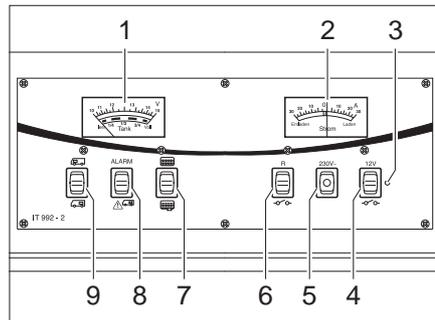

Fig. 169 Pannello di controllo IT 992
Per l'indicatore volt/serbatoio (Fig. 169,1) leggere la scala superiore. L'indicatore si illumina automaticamente appena viene premuto un interruttore.
- Premere in alto l'interruttore a bilico (Fig. 169,9) "☐": Viene indicata la tensione della batteria di avviamento.
- Premere l'interruttore a bilico (Fig. 169,9) in basso "☐": Viene indicata la tensione della batteria dell'abitacolo.
Per l'indicatore volt/serbatoio (Fig. 169,1) leggere la scala inferiore. L'indicatore si illumina automaticamente appena viene premuto un interruttore.
- Premere in alto l'interruttore a bilico (Fig. 169,7) : Viene indicato il livello del serbatoio dell'acqua.
- Premere l'interruttore a bilico (Fig. 169,7) in basso : Viene indicato il livello del serbatoio delle acque grigie.
La spia luminosa rossa ALARM (Fig. 169,8) inizia a lampeggiare non appena la tensione della batteria dell'abitacolo scende al di sotto di 11 V (misurazione durante il normale esercizio) con conseguente rischio che la batteria si scarichi totalmente.
Sull'indicatore di corrente (Fig. 169,2) appare in permanenza la corrente attualmente erogata dalla batteria. L'indicatore si illumina automaticamente appena viene premuto un interruttore.
L'interruttore principale 12 V (Fig. 169,4) inserisce o disinserisce il pannello di controllo e l'alimentazione a 12 V dell'abitacolo.
**Accensione:** ■ Premere in alto l'interruttore a bilico (Fig. 169,4) "  ": L'alimentazione a 12 V dell'abitacolo è inserita. La spia di controllo (Fig. 169,3) diventa verde.
**Spegnimento:** ■ Premere l'interruttore a bilico (Fig. 169,4) in basso "  ": L'alimentazione a 12 V dell'abitacolo è disinserita. La spia di controllo (Fig. 169,3) si spegne.
La spia di controllo 12 V (Fig. 169,3) si accende non appena l'interruttore principale 12 V (Fig. 169,4) viene inserito.
La spia di controllo gialla 230 V (Fig. 169,5) si accende quando all'ingresso della centralina elettrica è presente una tensione di rete.
**Accensione:** ■ Premere l'interruttore a bilico (Fig. 169,6) in alto: A seconda del modello si accende la pompa di circolazione, la pompa dell'acqua a pressione o il riscaldamento elettrico del serbatoio delle acque grigie.
**Spegnimento:** ■ Premere l'interruttore a bilico (Fig. 169,6) in basso "  ": Il circuito elettrico è spento.